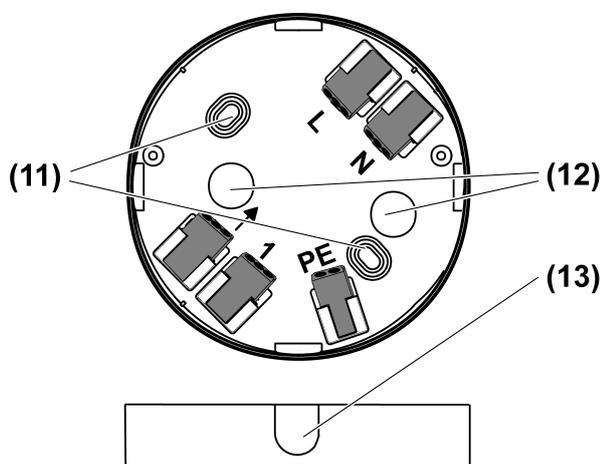

Bild 8: Anschlusskasten
- (11) Befestigungslöcher
- (12) Leitungseinführung, Unterputz
- (13) Dünnstellen für optionale Leitungseinführungen
- Für eine zusätzliche Leitungseinführung Unterputz oder Leitungseinführung Aufputz entsprechende Dünnstelle (13) ausbrechen (Bild 8).
- Anschlusskasten (1) durch Löcher (11) befestigen (Bild 8).